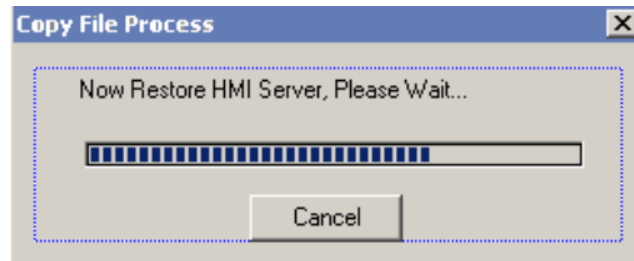
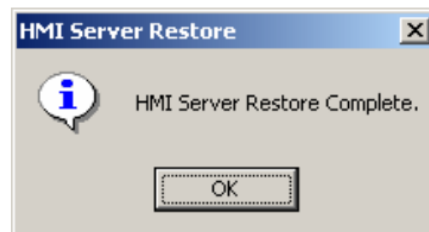

Figura 29. Dialogo de proceso de Restauración
Figura 30. Confirmación de restauración completa
- Luego de seleccionar el HMI server que se desea restaurar y la ruta en la cual se desea realizar la restauración, haga click en **Start Restore** para iniciar la restauración. Aparecerá un dialogo indicando el proceso de restauración (ver Figura 29) y luego la confirmación de restauración completa (ver Figura 30).